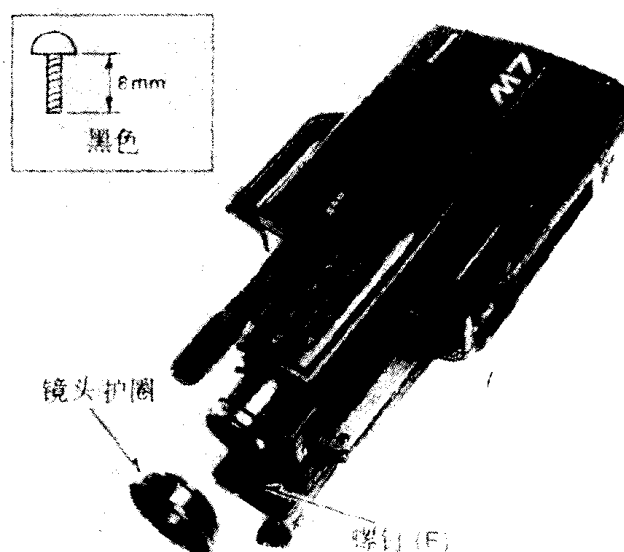

图 2-6
- (3) 取下镜头护圈和图 2-6 中所示的螺钉(F)。
- (4) 轻轻地提起右侧盖,然后断开右侧盖上的接线器。